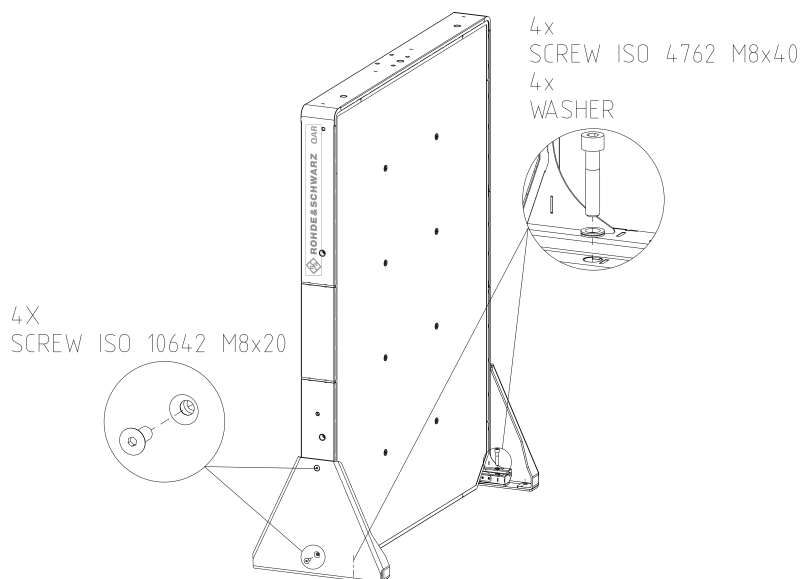

Figure 4-2 : Installation du R&S QAR, installation du support incluse
2. Vissez les deux supports sur le côté du R&S QAR à l'aide de deux vis à six pans creux (ISO 10642 M8x20, clé hexagonale de 5) sur chaque côté du R&S QAR (voir Figure 4-2).
3. Vissez les deux supports au R&S QAR à l'aide des vis à six pans creux (ISO 4762 M8x40, clé hexagonale de 6) sur chaque côté du R&S QAR (voir Figure 4-2).